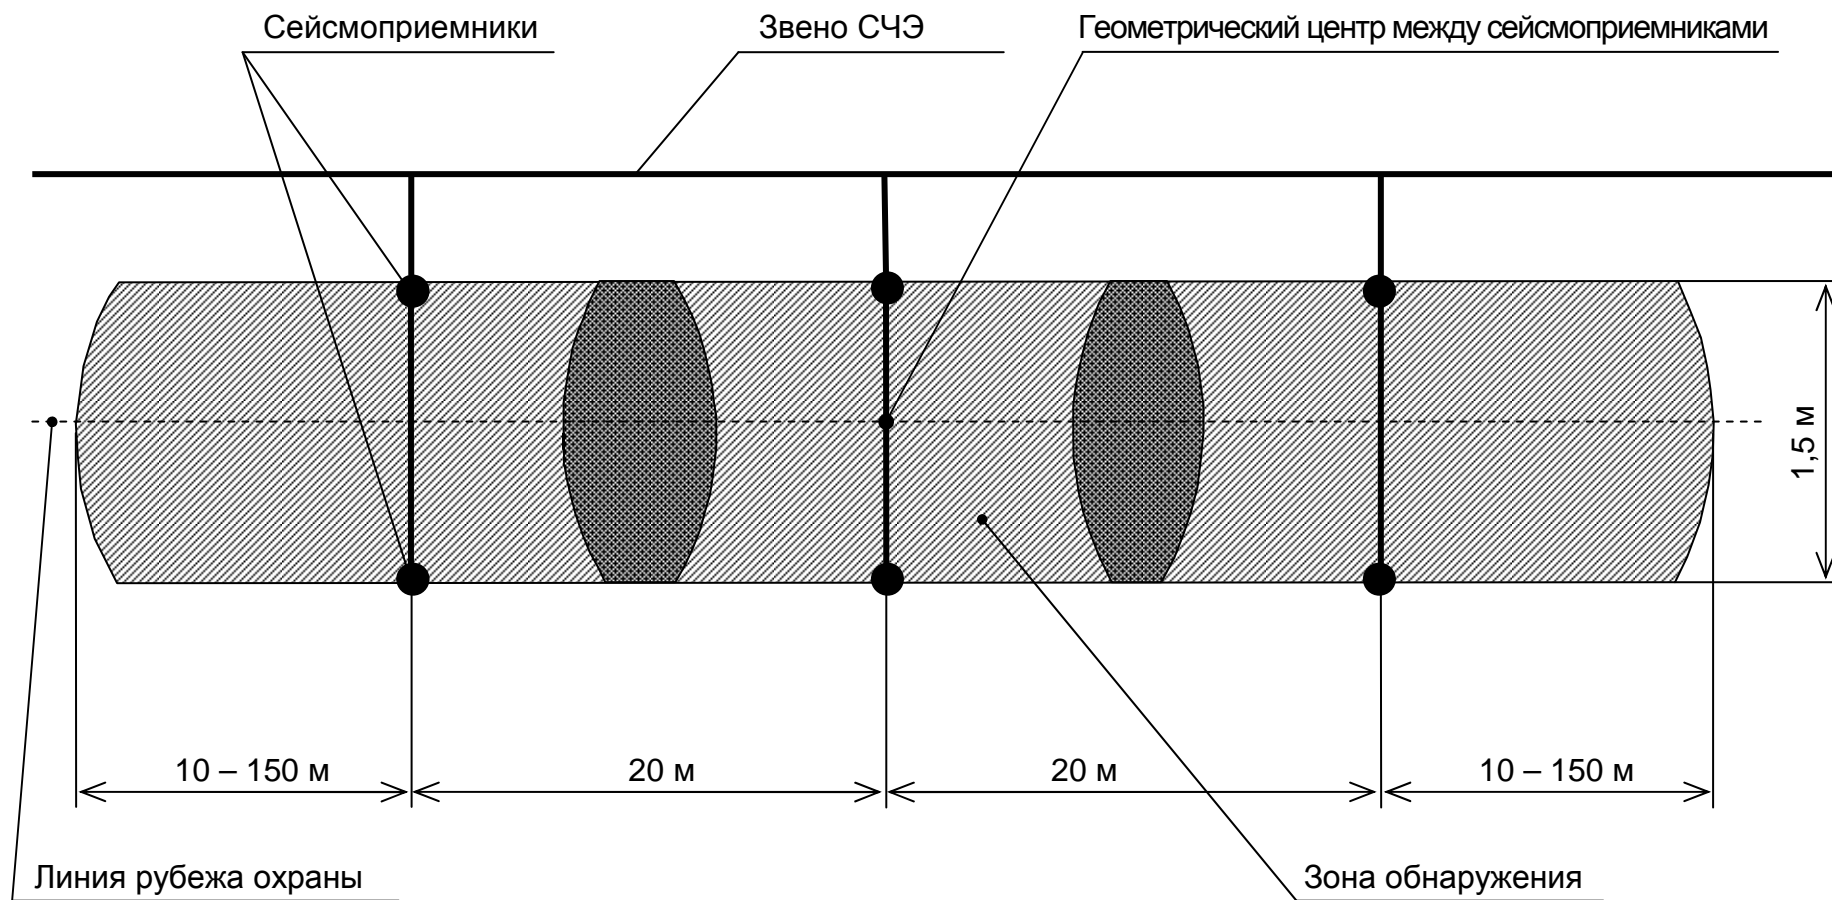

Рисунок 2.2 – Схема установки звеньев СЧЭ с зоной обнаружения
2.1.4 Зона обнаружения двух и более комплектов СЧЭ БАЖК.433649.006 (рисунок 2.2) – область на поверхности грунта, ограниченная по ширине расстоянием между двумя сейсмоприемниками, а по длине расстоянием между первым и последним звеном СЧЭ и окружностями диаметром от 20 м (для человека) и до 300 м (для транспортного средства), с геометрическим центром, расположенным между сейсмоприемниками первого и последнего звеньев СЧЭ, пересечение которой нарушителем приводит к формированию изделием сигнала тревоги